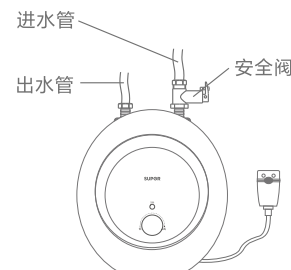
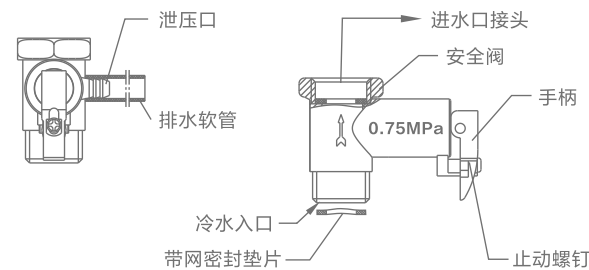

图4
图5
- (1) 附件中的安全阀(出厂原装标识0.75MPa)应安装在进水口接头上(如图4)，请确保密封性，其箭头指向与电热水器进水流动方向一致(如图5)，安全阀进水口处需安装带网密封垫片同时安装安全阀泄压口排水软管，应保持连续向下倾斜状态，并安装在无霜的环境中，再将其延伸到地漏处，保持与大气相通，妥善固定防止排出热水或蒸汽烫伤。安全阀可防止内胆压力超过额定压力0.1MPa,若内胆压力过高，则安全阀自动开启，从其泄压口向外排水以释放压力。
- (2) 连接电热水器的水管必须能耐压0.8MPa和耐温100℃以上，接头处缠绕密封胶带以保证密封。
- (3) 用水处应可通畅排水。
- (4) 正常使用情况下，应定期打开安全阀(如图5)手柄，以去掉碳酸钙沉积，方法是：将排泄手柄向上扳至水平位置(如手柄带有螺钉，即先使用螺丝刀拆下螺钉再进行此动作)，确认安全阀有没有堵塞(有无泄水)，如堵塞请与维修部联系。